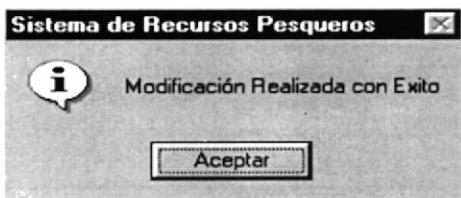

Figura 8.18 Mensaje de Modificación
3. Si se ha realizado una modificación se mostrará el siguiente mensaje (ver figura 8.18).